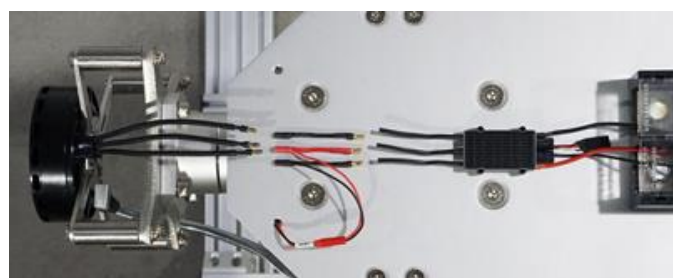

图2.2.1 电机、电调连接示意图
(1) 如图2.2.1所示，转速传感器连接线串联到电调输出三项线的任意两根中，其输出的JST母头接入到转速传感器的公头中即可使用。